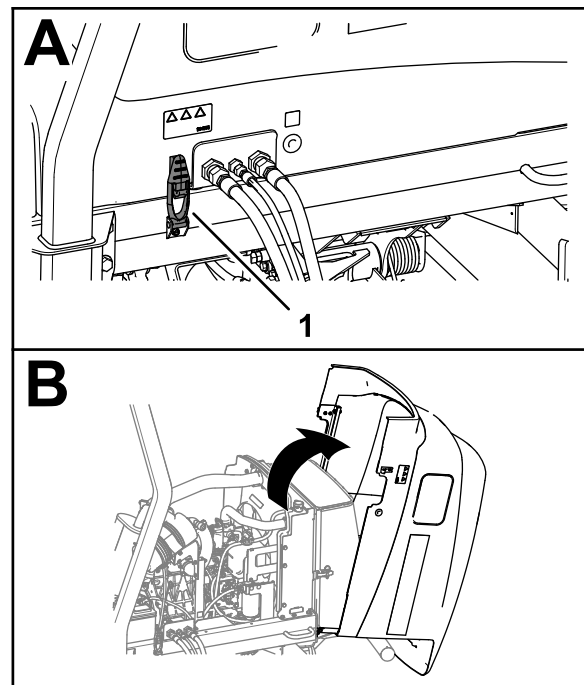

Figure 101
1. Ouvrez les 2 verrous du capot (Figure 101).